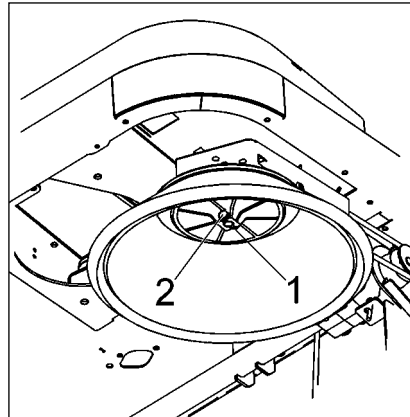

Abb.20
Der Seitenbesen befindet sich vorne rechts an der Maschine (Standardausführung). Das Anheben und Absenken erfolgt mit dem Handhebel (Abb.20/2).
- 6kt.-Mutter (Abb.20/1) lösen und mit der Unterlegscheibe entfernen.
- Schraube /Abb.20/2) entfernen.